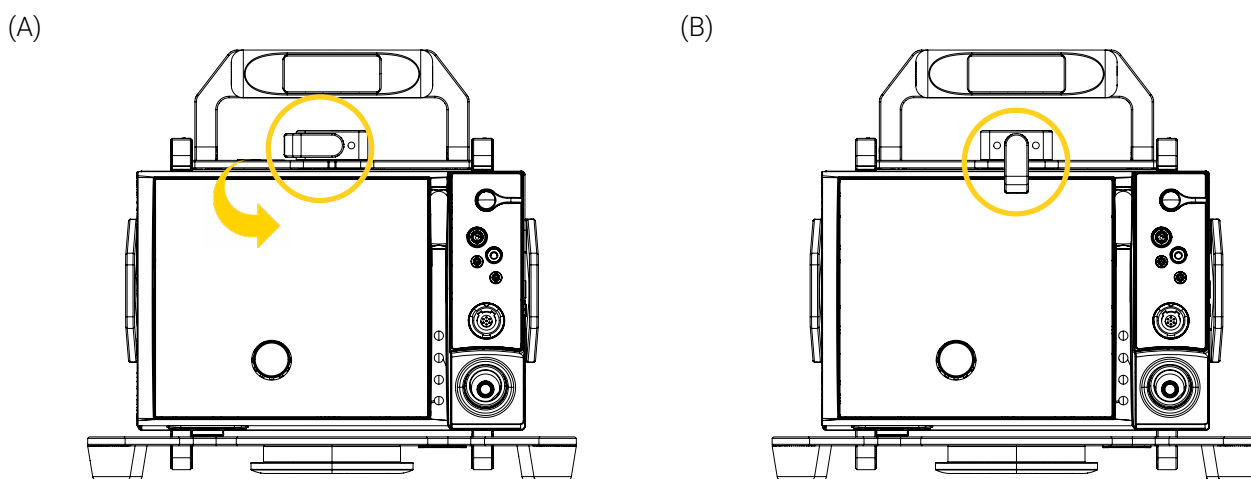

Figure 9: Appareil médical installé dans le BP380 – GR
4. Verrouiller le support de fixation à l'aide du loquet quart de tour (Figure 9). Consulter la section « Déverrouiller le BP380 – GR » à la page 18 au besoin.